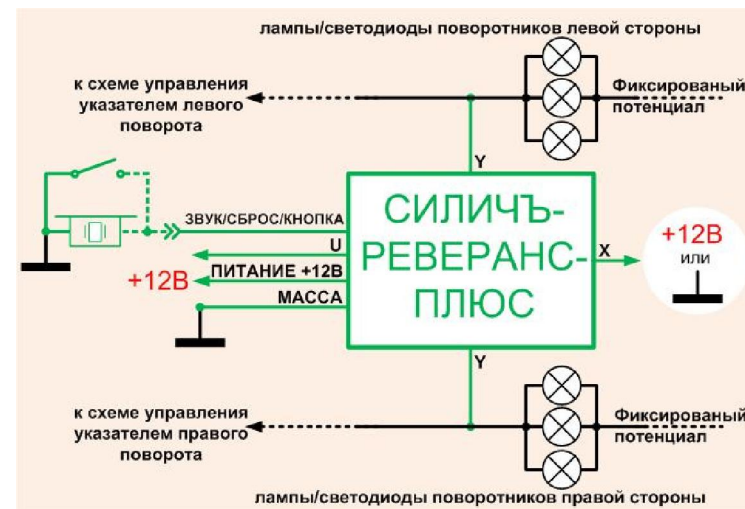

Рисунок 2 - Схема подключения удлинителя «СИЛИЧЬ-РЕВЕРАНС-ПЛЮС»
*Универсальный вход* – это входная цепь устройства, обозначенная на схеме «U» (Рисунок 2), которая служит для расширения возможностей по управлению устройством. Работу универсального входа определяет параметр «тип универсального входа». Возможные значения «типа универсального входа» с описанием использования приведены ниже.
Данная цепь подключается к звуковому излучателю (см. Рисунок 2), который сопровождает звуком все включения ламп указателей поворотов.
Подключение устройства выполняется в соответствии со схемой, см. Рисунок 2.
Подключение цепей «У» осуществляется непосредственно к цепям ламп/светодиодов указателя поворотов правой и левой сторон в произвольном порядке. Цепь «Х» подключается к постоянному напряжению, которое соответствует напряжению, при котором светятся лампы/светодиоды указателя поворотов (оно противоположно напряжению в точке фиксированного потенциала, см. Рисунок 2).
Подключение электрических цепей выполняется в соответствии с приведенной схемой, см. Рисунок 2. Настройка выполняется, в соответствии с 4.9.